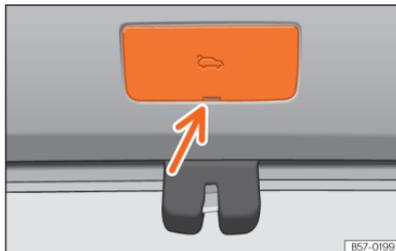

Fig. 63 Pormenor da bagageira: acesso à destrancagem de emergência.
- Retire a cobertura fazendo alavanca com o palheto da chave »» **Fig. 63.**